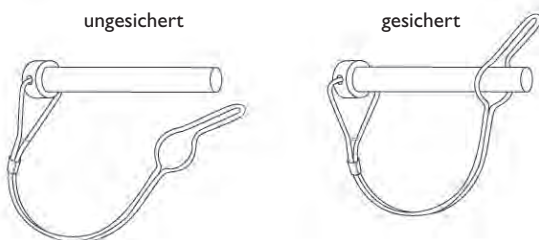

Abbildung 11: Sicherungsbolzen
3. Fixieren Sie den Sicherungsbolzen, indem Sie die Sicherungsklammer nach unten klappen und auf der Unterseite der Deichselaufnahme über das Bolzenende spannen (s. Abbildung 11).